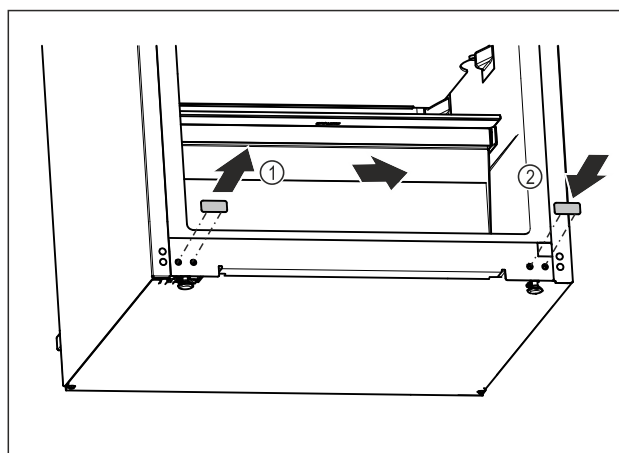

Fig. 16
- Dra ut täckplugg. Fig. 16 (1)
- Sätt in täckplugg på motsatta sidan. Fig. 16 (2)